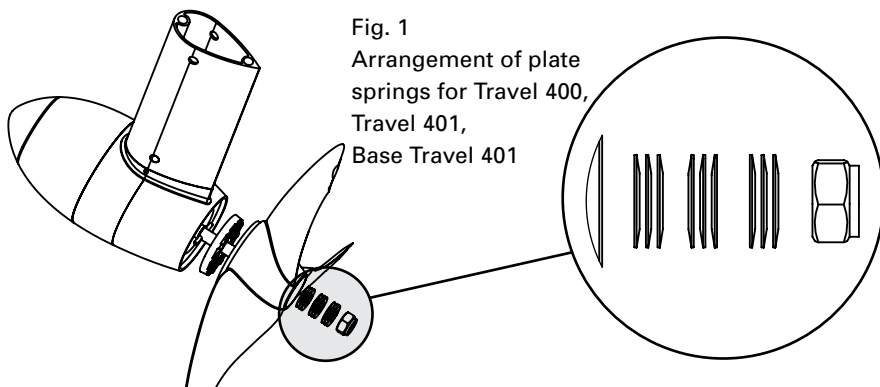

Fig. 1
4. Fassen Sie neun der  $\varnothing$  20 mm Tellerfedern zu drei Paketen mit je drei Tellerfedern zusammen. Die Tellerfedern jedes Pakets müssen dabei gleichsinnig geschichtet werden. Stecken Sie die Tellerfeder-Pakete gegensinnig auf die Getriebewelle. Die Öffnung des ersten Paketes muss dabei zum Propeller zeigen (d.h. das Paket wölbt sich vom Propeller weg). Das zweite Paket muss entgegen dem ersten Paket aufgesteckt werden. Das dritte Paket hat die gleiche Ausrichtung wie das erste Paket (Abb. 1).
4. Group together nine of the 20 mm diameter plate springs into three packs of three springs each. The plate springs of each pack must be stacked facing in the same direction. Now place the plate spring packs in alternate directions onto the gear shaft. The opening of the first pack must face towards the propeller (i.e. the pack curves away from the propeller). The second pack must be slotted on the other way around to the first pack. The third pack has the same direction as the first pack (see fig. 1).
4. Partagez les neuf rondelles ressorts de  $\varnothing$  20 mm en trois paquets de trois. Superposez les rondelles ressorts de chaque paquet en les orientant dans le même sens. Montez sur l'arbre d'entraînement les paquets de rondelles ressorts en disposant chaque paquet dans le sens inverse de l'autre. La face ouverte du premier paquet est orientée côté hélice (le paquet se courbant donc dans la direction opposée). Le deuxième paquet s'enfile dans le sens inverse au premier paquet. Le troisième paquet est orienté comme le premier paquet (Fig. 1).